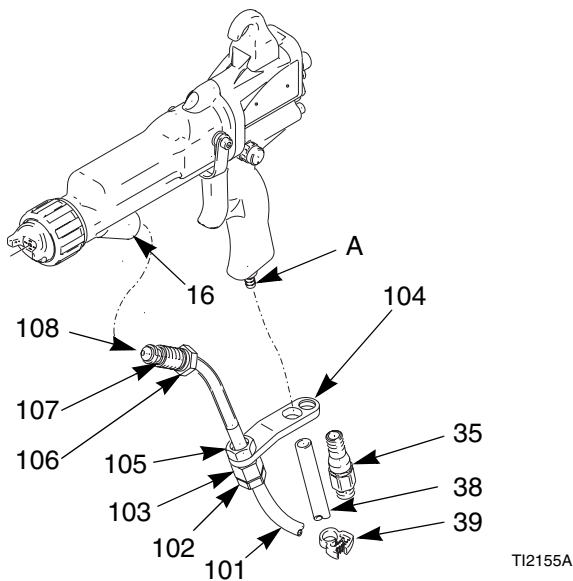
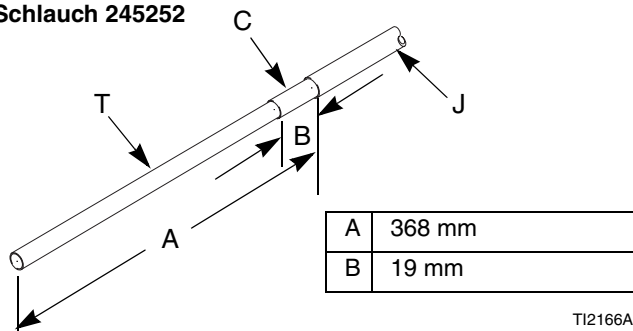
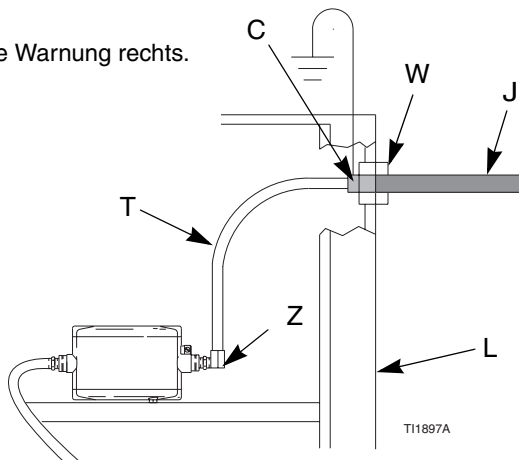

Abb. 3. Materialschlauch anschließen
Abb. 6. Abmessungen des Schlauchs für Materialien auf Wasserbasis (Bei Graco WB100 Gehäuse)
Abb. 7. Anschluß des abgeschirmten Materialschlauchs am Graco WB100 Gehäuse
Immer einen Graco-Materialschlauch für Materialien auf Wasserbasis zwischen dem Materialauslaß des Spannungsisoliersystems und dem Materialeinlaß der Spritzpistole anschließen. Siehe ABB. 3. Der Materialschlauch (101) besteht aus einer inneren Schlauchschicht aus PTFE (T) und einem abrasionsbeständigen Schlauchmantel (J). Der abgeschirmte Schlauch 245252 besitzt auch eine elektrisch leitende Schicht (C). Die elektrisch leitende Schicht wird über den Befestigungswinkel (104) für die Pistole mit der Erde verbunden.
Siehe ABB. 3.
3. Großzügig dielektrisches Fett (40) auf den O-Ring (107) und das Gewinde am Fitting (106) auftragen. Den Fitting 38 mm zurückschieben und großzügig Fett auf den freiliegenden PTFE-Schlauch auftragen, um damit den Bereich zwischen Schlauch und Fitting zu füllen. Der Pistolenlauf muß sauber und trocken sein. Danach den Fitting in die Materialeinlaßöffnung am Pistolenlauf (16) einschrauben. Siehe ABB. 3.
4. Die Zugentlastungsmutter (102) lösen, so daß sich der Befestigungswinkel frei am Schlauch bewegen kann.
5. Die Löcher im Befestigungswinkel (104) mit der Lufteinlaßöffnung und der Luftauslaßöffnung ausrichten. Mit dem Lufteinlaßfitting (35) sichern. Die Zugentlastungsmutter (102) festziehen, um den Schlauch zu sichern.
6. Die Mutter (105) muß gut am Klemmringgewinde (103) festgezogen sein.
7. Das Abluftrohr (38) auf den Steckadapter (A) stecken. Mit der Klammer (39) sichern.
- a. *Graco WB100 Gehäuse*: Den Schlauch durch den Zugentlastungsfitting (W) schieben. Sicherstellen, daß die leitfähige Schicht (C) ebenfalls durch den Fitting geschoben wurde. Mit 6,2 Nm festziehen. Am Schlauch ziehen, um sicherzustellen, daß er fest sitzt. Alle im Abschnitt **Warnung** auf der rechten Seite angegebenen Anforderungen erfüllen. Siehe ABB. 6. und ABB. 7.